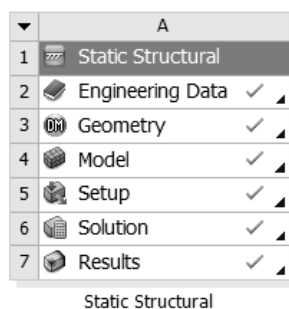

图 5-115 项目管理区中的分析项目
Step1: 单击 Mechanical 界面右上角的 (关闭) 按钮,退出 Mechanical 返回到 Workbench 主界面。此时,主界面的项目管理区中显示的分析项目均已完成,如图 5-115 所示。